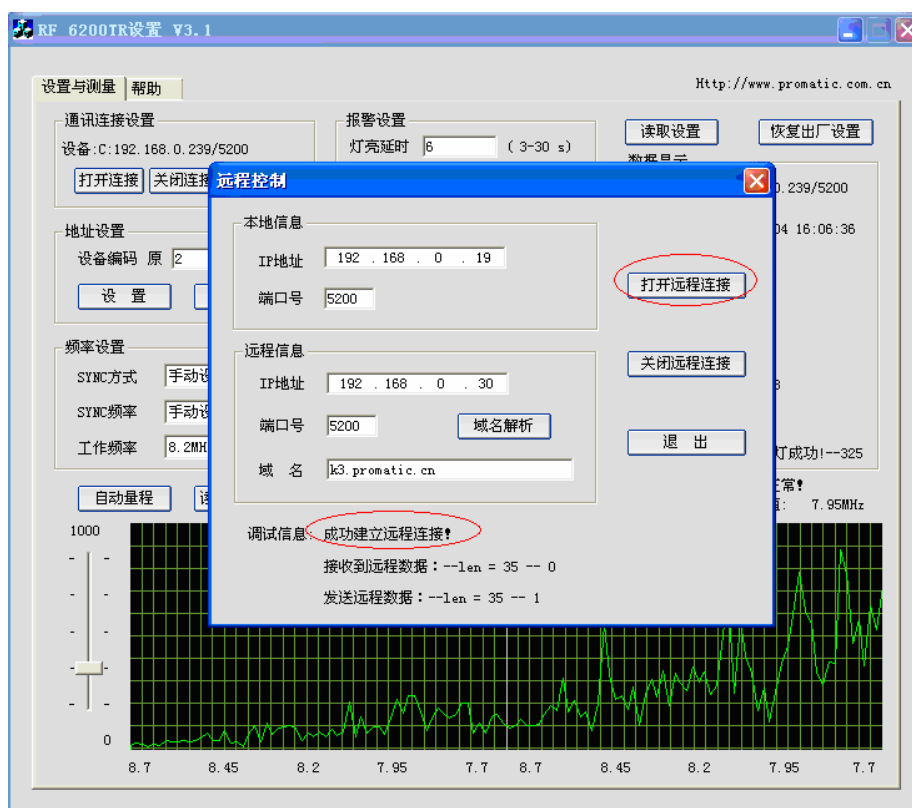

图 32
3、上述参数设置好后，点击“打开远程连接”按钮，如果远程连接正常，在调试信息栏中提示“成功建立远程连接！”，否则提示“建立远程连接失败！”，此时需要检查甚至的相关参数是否正确，如图 32 所示：